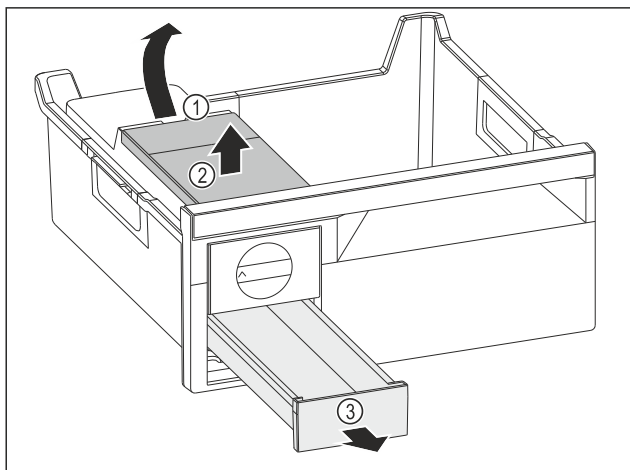

Fig. 120
- ▶ Vyjmutí nádržky na vodu: Zvedněte nádržku na vodu za vybrání Fig. 120 (1).
- ▶ Nádržku na vodu Fig. 120 (2) vyjměte nahoru.
- ▶ Zásuvku na kostky ledu Fig. 120 (3) vyjměte dopředu.